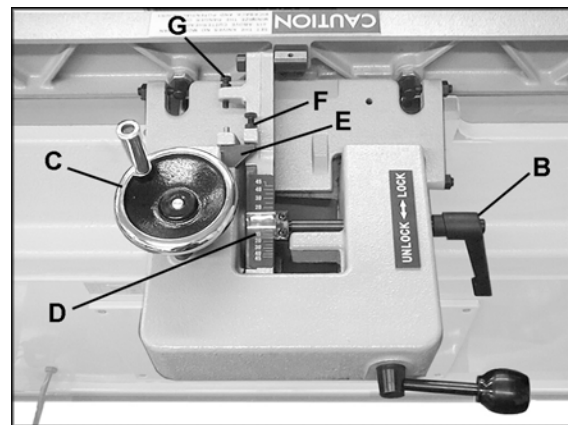

Рис. 18
1. Регулировка данного упора осуществляется с помощью винта (G, Рис. 18), который при наклоне упора назад касается его задней стороны.
2. Выщелкните стопорный блок (Е, Рис. 18).
3. Ослабьте зажимную рукоятку (В, Рис. 18) и шестигранную гайку на винте (G, Рис. 18).
5. При необходимости закручивайте винт (G, Рис. 18) до тех пор, пока упор не встанет вплотную к угломерному устройству.
6. Затяните шестигранную гайку на винте (G, Рис. 18) и зажимную рукоятку (В, Рис. 18).
Все запорные рукоятки, подобные той, показанной на Рис. 18, В, можно повернуть, если они мешают перемещению других